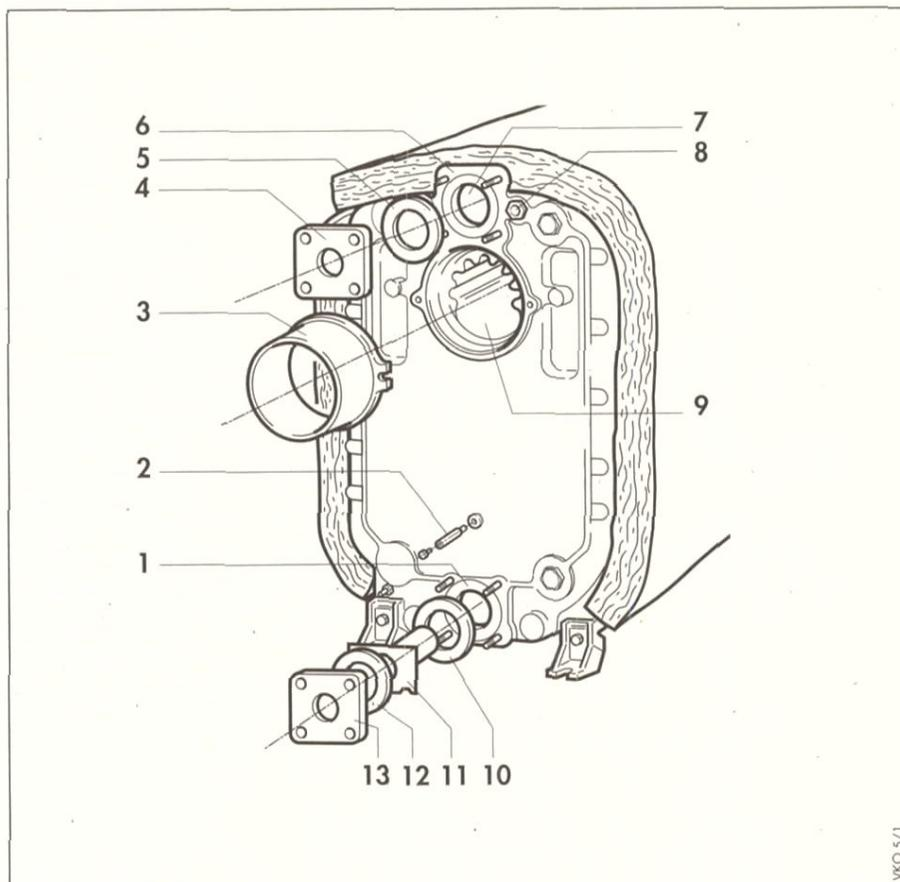

Abb. 5.5 Montage der Anschlußstutzen
Legende zu Abb. 5.5
Das Seitenblech (10) am Kesselblock vorn mit Sechskantschraube befestigen. Oben wird das Seitenblech (10) an den Halteschienen (2 und 3) mit Blechschrauben befestigt. Das Seitenblech (8) wird in gleicher Weise montiert. Wärmedämmmatte (4) an der Rückseite des Kesselblockes anbringen. Rückwandblech (7) an den Seitenblechen (10 und 8) einhängen und an der Distanzschraube (siehe Pos. 2 Abb. 5.5 auf Seite 14) mit einer Schraube befestigen. Seitenblech-Oberteil (1 und 5) mit Blechschrauben an den Seitenblechen (10 und 8) lose anschrauben und nach Einbau der Schalleiste befestigen.
Tauchfühler von Kesseltemperaturregler, Sicherheitstemperaturbegrenzer und Kesselthermometer zur Tauchhülse (siehe Pos. 8, Abb. 5.5 Seite 14) führen und mit Wellfeder bis zum Tauchhülsegrund einschieben und mit Sicherungsklammer sichern.